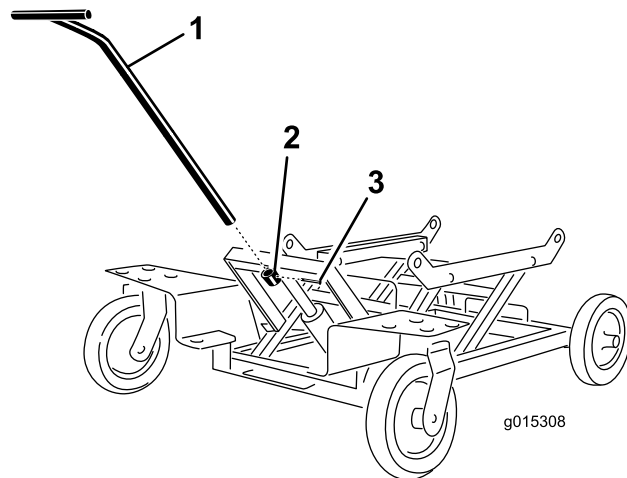

Figura 1
1. Montate la manopola sul carrello di supporto per accessori e fissatela con il perno (Figura 1).